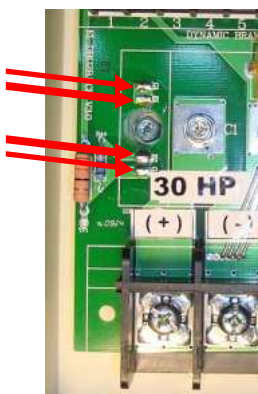

Рис. 5.4.
5.3.1. Отпаять модуль IGBT от платы управления. Места пайки показаны на рис. 5.4. стрелками. Положить модуль IGBT в тару для брака.